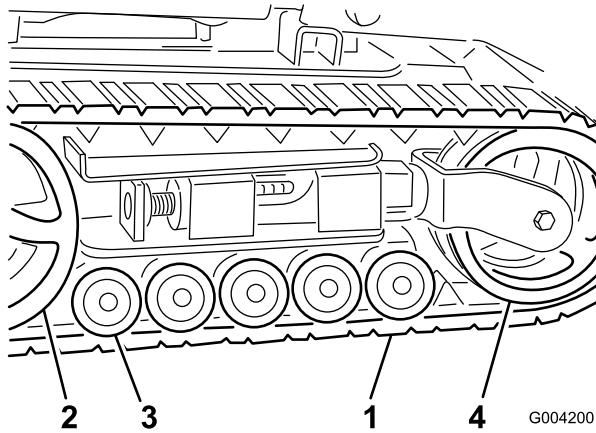

Figura 39
**Importante:** Asegúrese de limpiar completamente las ruedas de rodaje, la rueda tensora y la rueda motriz (Figura 39). Las ruedas de rodaje deben rodar libremente cuando están limpias.